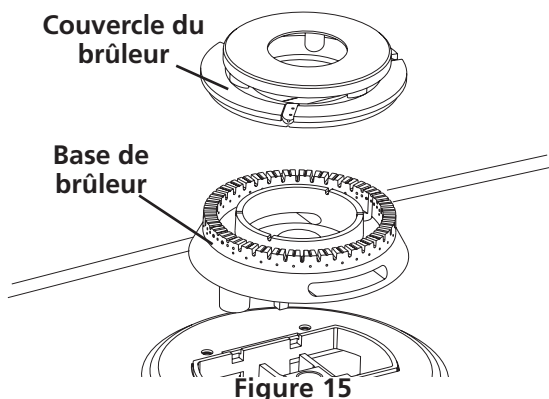

Figure 15
**C. Brûleur triple (si présent):** Enlevez les rubans adhésifs. Enlevez le couvercle et la base du brûleur. Retirez et jetez le matériel d'emballage. Remplacez la base et le couvercle du brûleur triple. **Attention de ne pas endommager les électrodes lorsque vous placez la base du brûleur sur l'ouverture de gaz.** Assurez-vous que l'électrode est correctement insérée dans l'ouverture prévue à cette fin sur la base du brûleur (Figure 15).